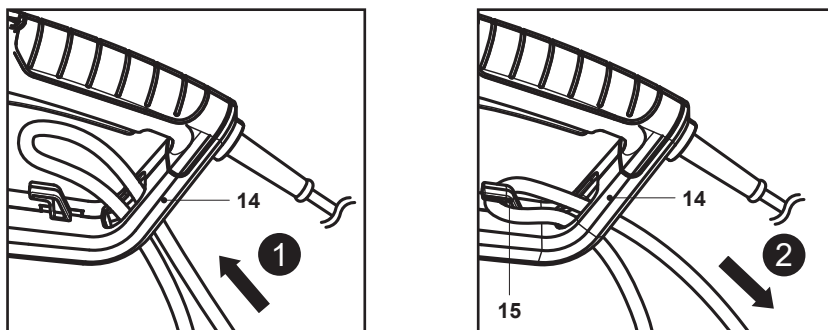

Fig. 3
1. Replier la rallonge à environ 30cm en partant de l'extrémité et faire passer la boucle dans le trou de la protection arrière (14) (Fig. 3, étape 1).
2. La faire passer sur le support de cordon (15) et tirer doucement sur le cordon pour s'assurer qu'il est bien maintenu (Fig. 3, étape 2).